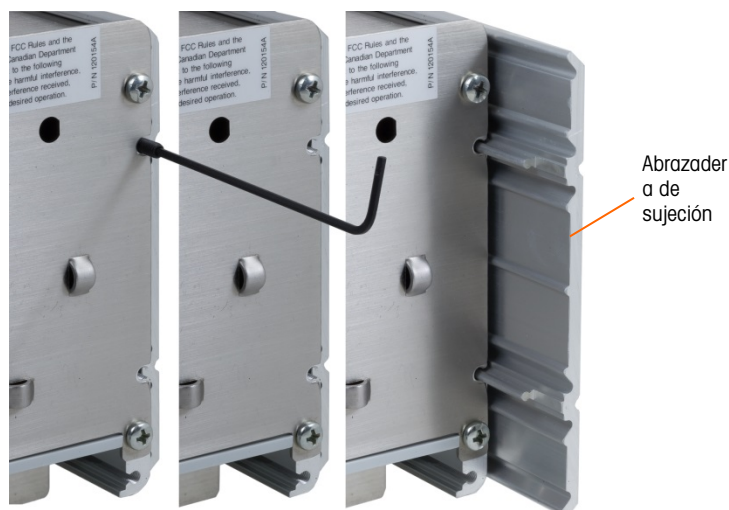

Figura 2-8: Abrazadera de sujeción
1. Afloje y quite los cuatro tornillos Allen que fijan las abrazaderas en un lado de la caja (vea la Figura 2-8). Utilice la llave Allen de 2 mm incluida con el terminal.